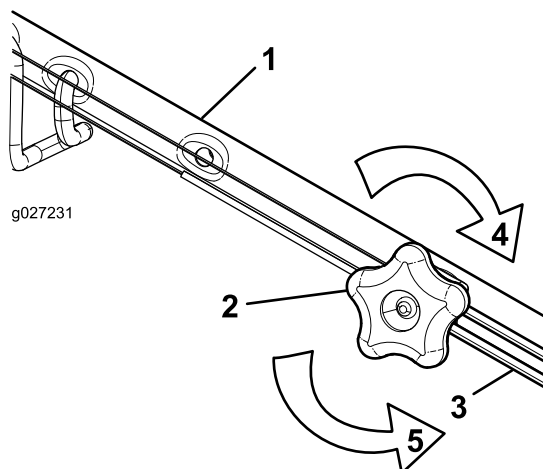

Figure 45
1. Tournez le bouton de réglage dans le sens antihoraire pour desserrer le réglage du câble (Figure 45).
2. Ajustez la tension du câble (Figure 45) en le tirant en arrière ou en le poussant en avant puis en le maintenant à cette position.